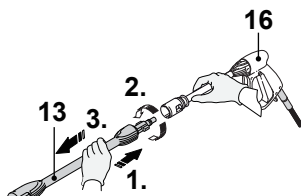

Fig. 25
- Empuje la lanza telescópica (13) hacia el interior de la pistola de alta presión (16) y gírela en sentido contrario al de las agujas del reloj para retirarla (Fig. 25).